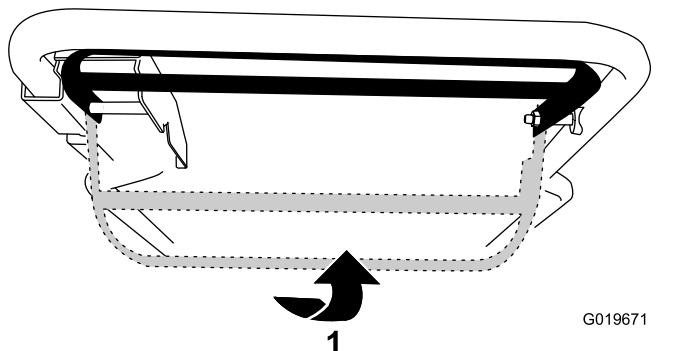

图16
- 要操作自走驱动系统但不接合刀片 请将刀片控制杆抬升到手柄处 图16。